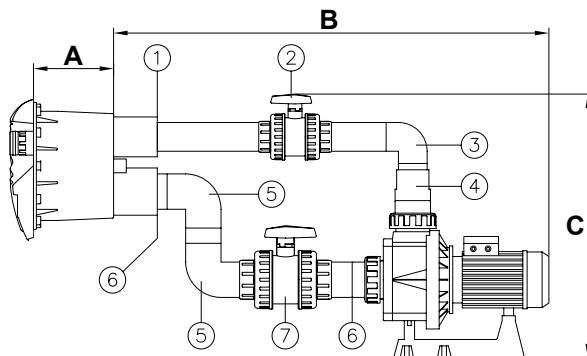

Fig. 6
- Encolar el casquillo reducido de 75x63 mm. (nº 1, fig. 6) en la toma de impulsión del nicho (ver fig. 6).
- Encolar un tubo \varnothing 63mm (*) al casquillo reducido (nº 1, fig. 6).
- Encolar la válvula \varnothing 63mm. (nº 2, fig. 6) al tubo \varnothing 63mm (*).
- Encolar un tubo \varnothing 63mm (*) a la válvula \varnothing 63mm (nº 2, fig. 6).
- Encolar codo \varnothing 63mm. (nº 3, fig. 6) al tubo \varnothing 63mm (*).
- Encolar tubo \varnothing 63mm (*) al codo (nº3, fig.6).
- Encolar reducción cónica 90/75/63 mm. (nº 4, fig. 6) al tubo \varnothing 63mm (*) y al racor de la bomba \varnothing 90mm.
- Encolar el casquillo reducido de 90x75 mm. (nº 6, fig. 6) en la toma de aspiración del nicho (ver fig. 6).
- Usando un tubo \varnothing 75mm (*) encolar un codo \varnothing 75mm. (nº 5, fig. 6) al casquillo reducido (nº 6, fig. 6).
- Usando un tubo \varnothing 75mm (*) uniremos el otro codo \varnothing 75mm. (nº5, fig. 6) al codo ya encolado (ver fig. 6).
- Encolar la válvula \varnothing 75mm (nº7, fig. 6) al codo (nº 5, fig. 6) usando un tubo \varnothing 75mm. (*) para unirlos.
- Encolar un tubo \varnothing 75mm (*) a la válvula (nº 7, fig. 6).
- Encolar un casquillo reducido 90x75 mm. (nº 6, fig. 6) al tubo \varnothing 75mm. (*) y al racor de la bomba \varnothing 90mm.